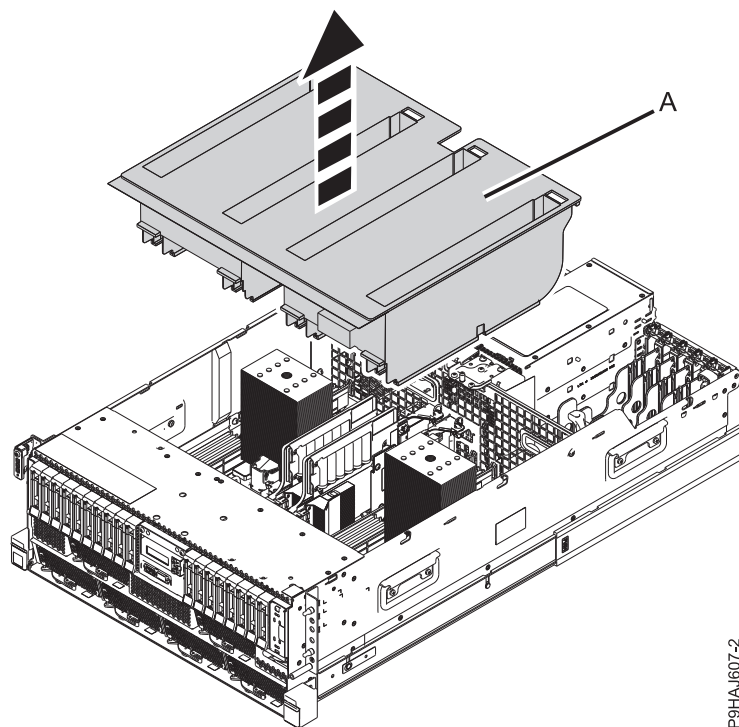
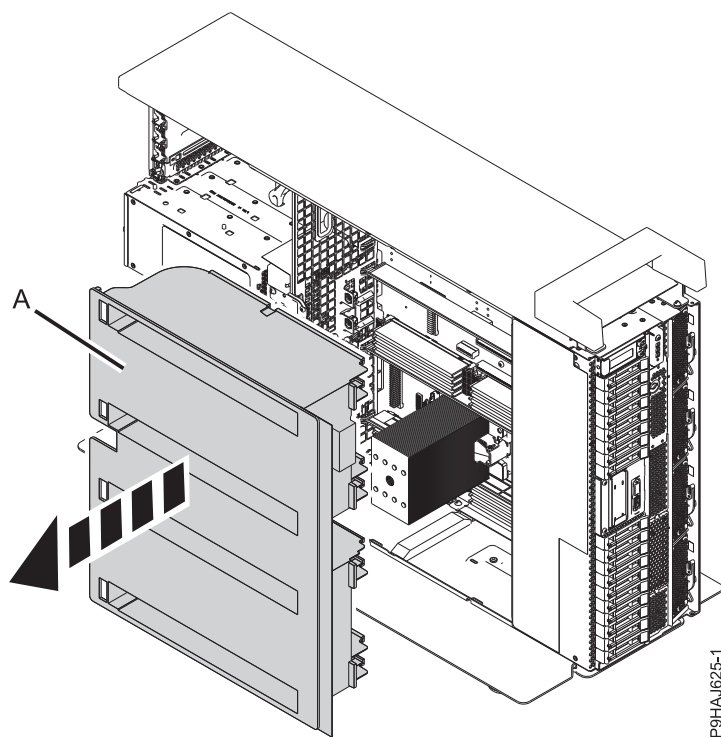

Figure 34. Retrait de la grille d'aération d'un système monté en armoire
Figure 35. Retrait de la grille d'aération d'un système autonome
2. Pour un système monté en armoire, soulevez la grille d'aération (**A**) vers le haut, comme illustré dans la figure 34, à la page 51. Pour un système autonome, retirez la grille d'aération (**A**) en la tirant vers l'extérieur, comme illustré dans la figure 35, à la page 51.